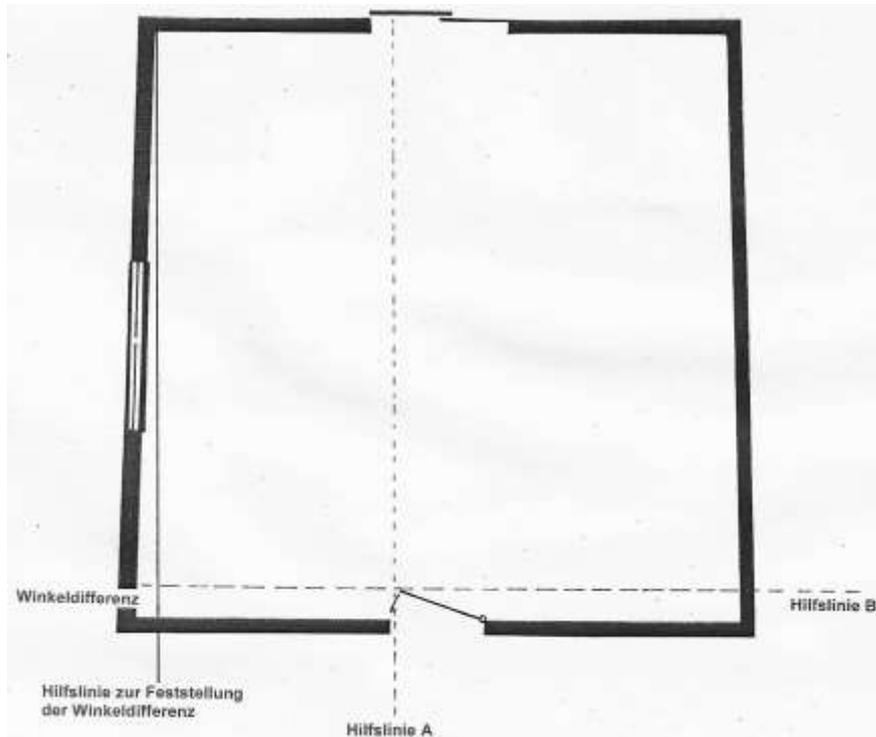

Abb. 03: Verlegeplanung
Durch diese Hilfslinie wird der Unterschied bei einer bestehenden Winkeldifferenz sichtbar dargestellt. Im Abstand mehrfacher Fliesenmaße verschieben sie nun diese Hilfslinie parallel dazu als Hilfslinie A entsprechend in den Raum hinein (Abb. 03 + 04).
- Zur Arbeitserleichterung stellen Sie eine weitere Hilfslinie her, die Hilfslinie B, die den rechten Winkel zur Hilfslinie A markiert. Sie gibt an, an welcher Stelle die erste Fliesenreihe endet, um von dort aus weiter den Raum zu belegen (Abb. 03).